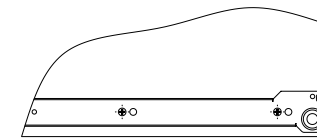

Рис.3
4. Установите при помощи винтов М5х10,5 половинки направляющих на боковины вашего стола С-01 и полку 5 (для установки полки необходимо снять столешницу С-01 и ослабить конфирмагы, притягивающие правую боковину (Рис. 3, 4).